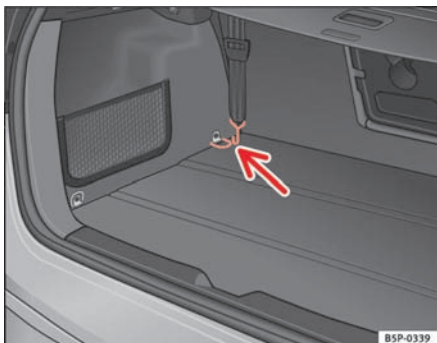

Fig. 127 Øjer, som bagagerumsnettet kan hænges fast i
- Fastgør båndene i øjerne foran for at stramme nettet ⇒ fig. 127. ■